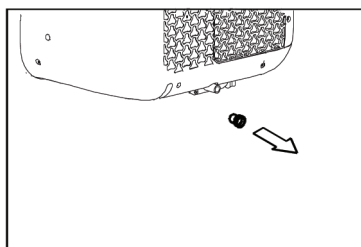

Рис. 25
- Когда уровень воды в днищевом подносе достигнет определенного уровня, 8 раз прозвучит звуковой сигнал, и на цифровом дисплее отобразится «P1». В этот момент процесс кондиционирования/осушения воздуха прекратится, но двигатель вентилятора продолжит работать (это нормально). Аккуратно передвиньте кондиционер в место, где допускается попадание жидкостей, и снимите сливную пробку, расположенную на днище кондиционера, что выпустить воду (рис.25). Для удаления символа «P1» с дисплея повторно запустите кондиционер. Если ошибка повторяется, обратитесь в сервисную службу.
- Снимите пробку с днищевого сливного отверстия. Вода, находящаяся в сливном подносе, должна стечь (см. рис.25).